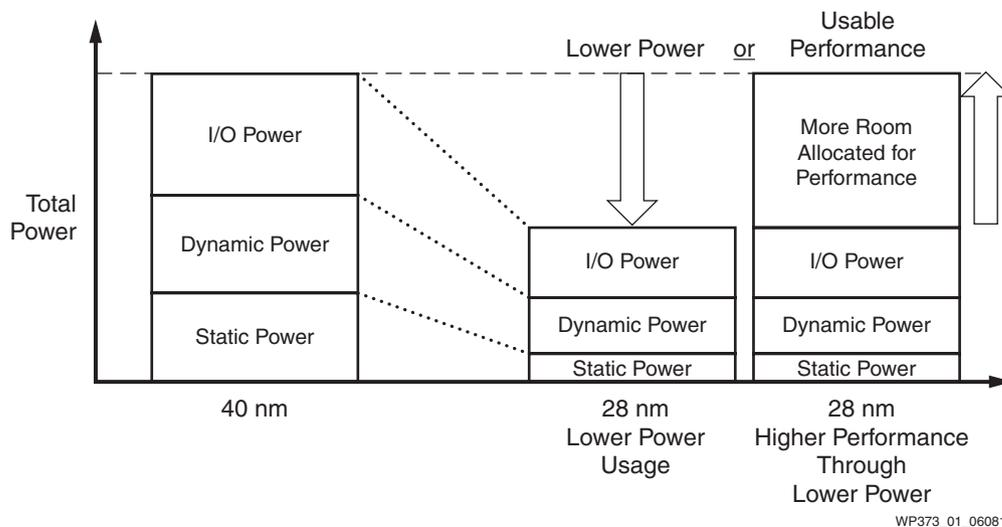

図 1: システム パフォーマンス、容量、コスト、消費電力に最適化されたデバイス
ザイリンクスの 7 シリーズ FPGA は、まさにこのような課題に対応するソリューションであり、3 つのファミリは前世代ファミリと比較して消費電力が 50% 削減可能です。このように、7 シリーズファミリでは消費電力を大幅に削減できるため、その分システム レベル パフォーマンスを向上させることに成功し、ロジック集積度、I/O バンド幅、信号処理における新たなベンチマークを確立しました。(1) また、7 シリーズ FPGA では、かつてない優れたコスト効率も期待できます。Kintex-7 FPGA は、これまで ASIC や ASSP がターゲットとしてきたコストとパフォーマンスを重視するアプリケーションに最適です。Artix-7 FPGA は、コスト重視の量産製品や携帯型アプリケーションに最適です（図 1 参照）。